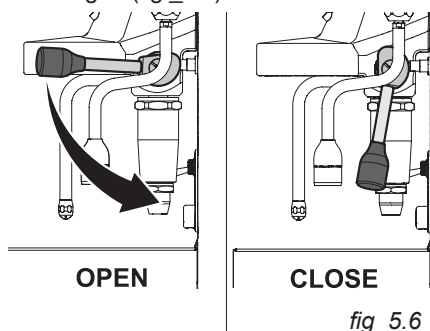

fig. 5.6
- Baje completamente la palanca de dispensación de café para detener el flujo de agua (fig. 5.6).